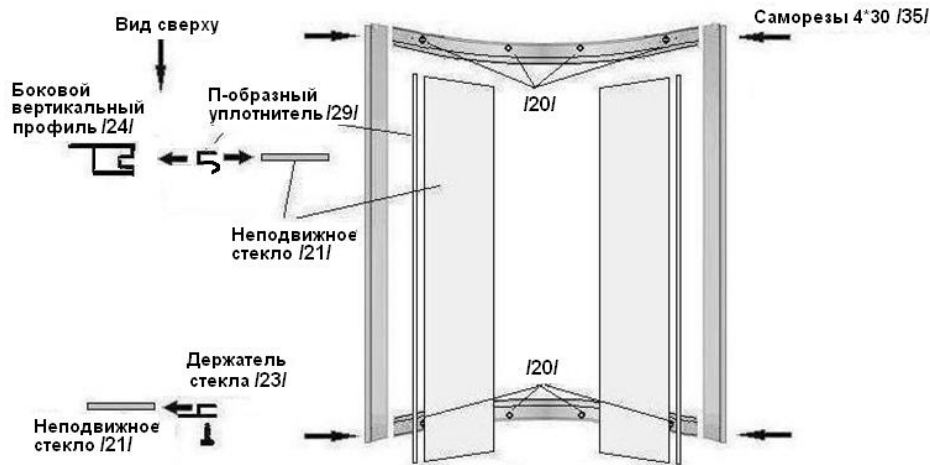

Рис.8
3.3. Сборка фронтальной стенки (рис.8).